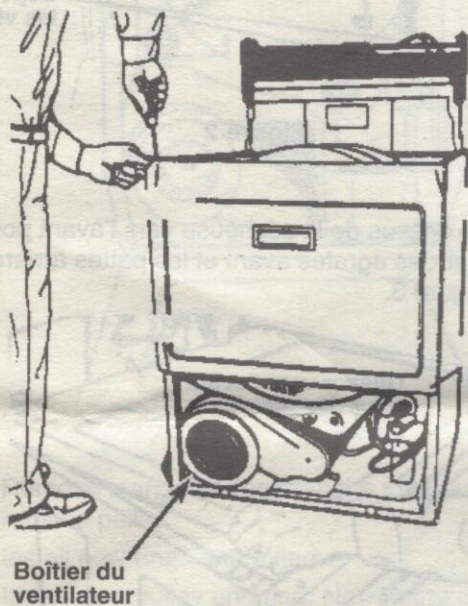

Figure 5
5. Déposer les deux (2) vis de fixation du conduit à charpie sur la sécheuse; déposer le conduit à charpie.
6. Déposer les (2) vis qui se trouvent en bas et les deux (2) vis qui se trouvent en haut du panneau avant. Lever le panneau avant pour le déposer. Voir la Figure 5.